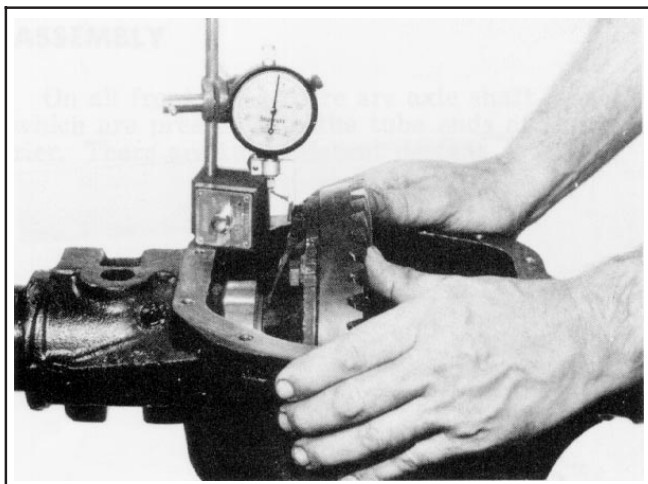

Figura 8-17. Instalación del indicador con cuadrante
1. Usando un tornillo y un adaptador (repuestos Dana nos. D-112 y D-112-1) ensamble los sellos interiores (33) del árbol para eje y las guías (32) en la carcasa del portador (1). Al hacer esto asegúrese que los sellos queden rectos y que no se atasquen. Gire el tornillo hasta el final, en ese momento el sello estará asentado.
2. Examine la cara con reborde de la caja del diferencial y asegúrese que no tenga mella o rebabas. Ponga los agujeros del engranaje en línea con los agujeros de la caja y sujete el engranaje sin fin (2) a la caja usando tornillos para engranaje sin fin nuevos (23). Apriete los tornillos en forma alterna e igualitaria. Apriete los tornillos usando una torsión de 45 a 60 lb-pie (61 a 81 Nm) mediante una llave para torsión adecuada (repuesto Dana no. C-524-A).
3. Inspeccione los cubos de la caja del diferencial y remueva toda mella, rebaba, suciedad, etc. para permitir que el cojinete maestro gire libremente. Instale nuevos cojinetes (20) maestros para diferencial (repuesto Dana no. D-135 o equivalente) en la caja del diferencial.
4. Instale la caja del diferencial (sin el piñón[2]). Instale un indicador con cuadrante (repuesto Dana no. D-128 o equivalente) y base magnética, tal como se muestra en la Figura 8-17. Coloque la punta del indicador sobre la superficie plana de uno de los tornillos del engranaje. Marque con tiza ese tornillo.
5. Empuje el ensamblaje del diferencial tanto como sea posible en la dirección del indicador. Siempre empujando el ensamblaje del diferencial, ajuste el indicador a cero (0).